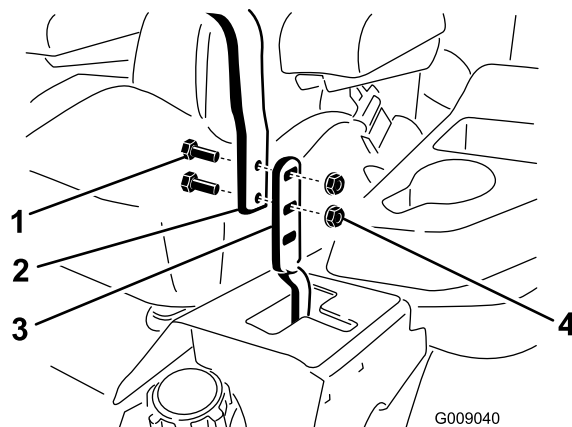

Figure 60
- Desserrez les boulons et les écrous à embase qui fixent les poignées aux leviers (Figure 60).